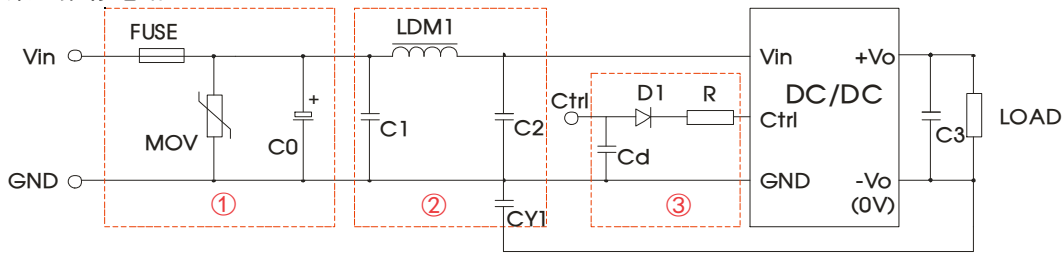

图 3
①图 3 中第①部分用于 EMS 测试; 第②部分用于 EMI 滤波, 可依据需求选择;
②VC 为 Ctrl 端相对于输入地 GND 的电压, VD 为 D1 的正向导通压降, IC 为流入 Ctrl 端的电流, 一般取 5-10mA, Ctrl 端外围电路如图 3-③;
③若图中元器件无附其参数说明, 则此型号外围中不需要这个元器件;